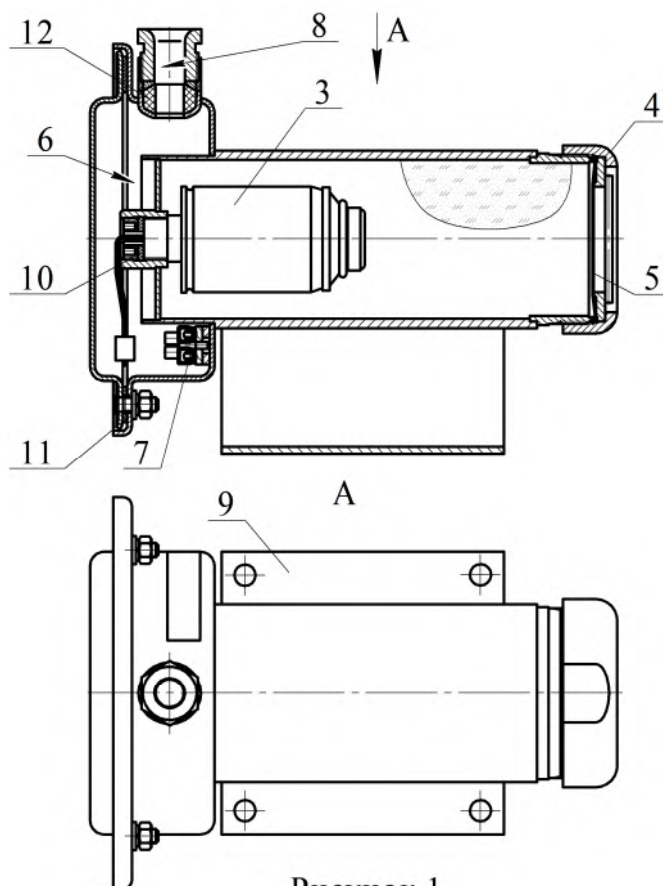

Рисунок 1
1.4.1.1 МПП (см. рисунок 1) состоит из корпуса **1**, в котором размещаются огнетушащий порошок (ОП) **2** и источник холодного газа (ИХГ) **3**. В передней части корпуса находится насадок-распылитель **4**, выходное отверстие которого перекрыто мембраной **5**. Соединительные провода элемента электропускового ИХГ выведены в коробку **6** через герметизированный узел в корпусе МПП, обеспечивающий требуемую (не ниже IP67) степень защиты от